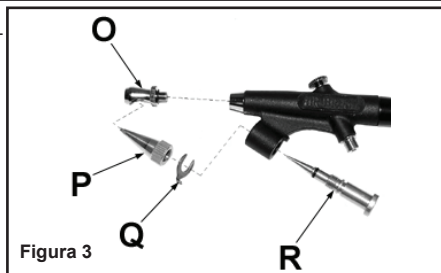

Figura 3
1. Siga este procedimiento para desarmar la pistola aspersora (vea la figura 3):
- a. Quite la lengüeta de retención (Q) del cuerpo de cepillo de aire.
- b. Atornille el casquillo fluido (P) a la izquierda entonces empujan hacia abajo para lanzar la aguja fluida (R).
- c. Quite la aguja fluida (R) dando vuelta a la izquierda.
- d. Limpie la aguja fluida (R), el casquillo fluido (P) y la extremidad del aire (O) con un pedazo de algodón sumergido en deluyente o solvente. Un cepillo erizado fino también trabajará.
- e. Vuelva a montar el cepillo de aire invirtiendo el procedimiento antedicho. Nota: Cerciórese de que la superficie plana de la aguja fluida (R) se alinea con la superficie plana del cuerpo de cepillo de aire (véase el cuadro 4).